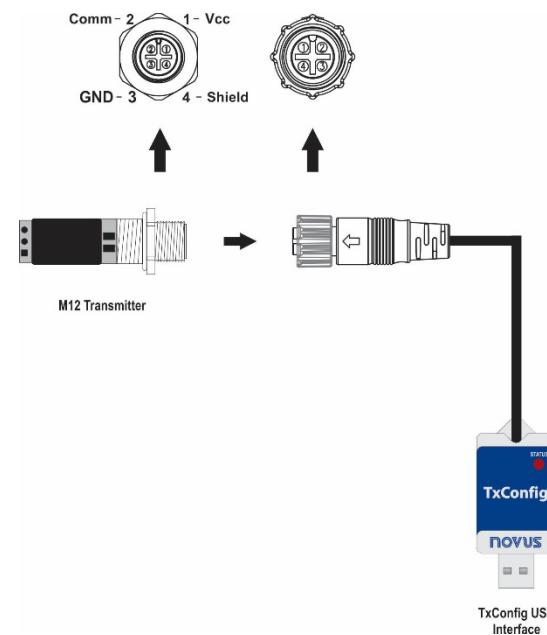

Figure 2
- Brancher sur l'appareil selon les schémas ci-dessous **Figure 1 (DIN43650)** et **Figure 2 (M12)** ;
- Connect the interface to the transmitter as shown in **Figure 1** (DIN43650) or **Figure 2** (M12).